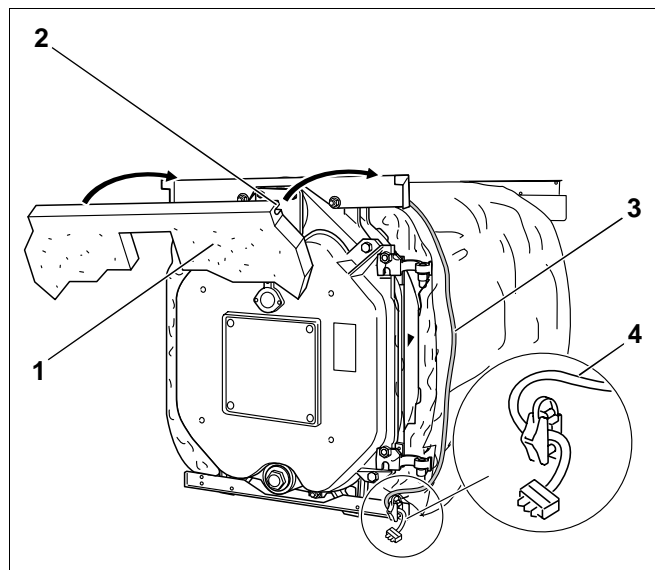

Fig. 34 Montering af den forreste isolering
- Sæt den forreste isolering (Fig. 34, **pos. 1**) med udkæringen (Fig. 34, **pos. 2**) på det forreste ombuk på den øverste travers.
- Før brænderkablet (Fig. 34, **pos. 3**) ned langs siden af kedelkroppen uden på isoleringen.
- Fastgør brænderkablet med trækaflastning på den nederste tværtravers med to skruer (Fig. 34, **pos. 4**).